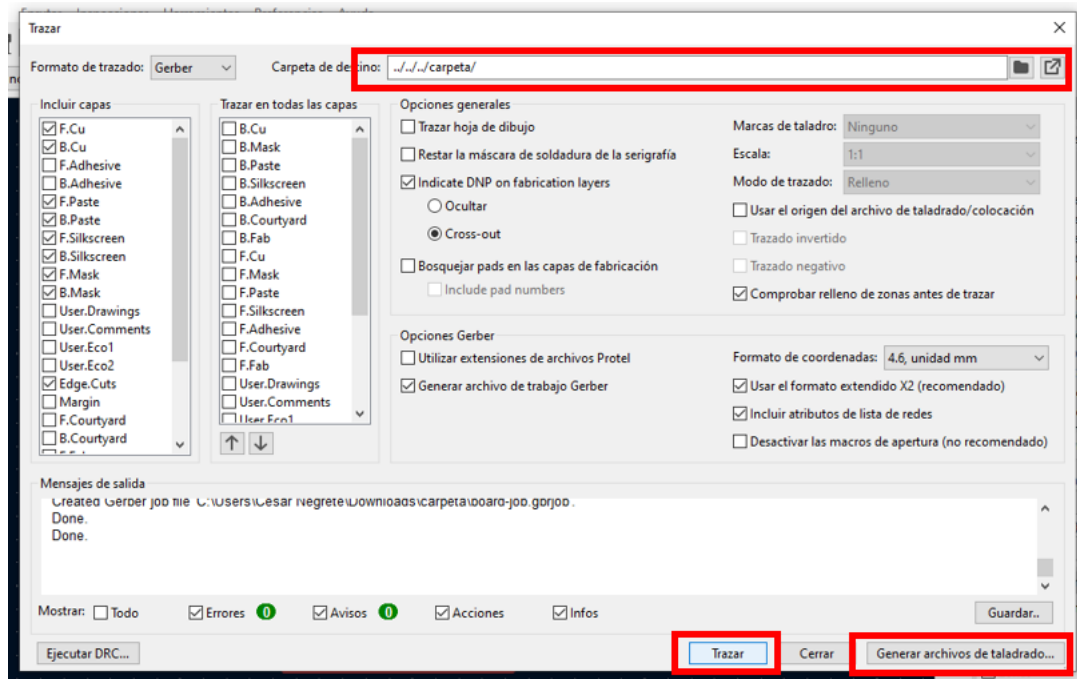

Ilustración 11 Ventana para generar los archivos Gerbe.
Paso 4.2: Dejaremos la configuración que tiene por defecto (Ilustración 11), seleccionamos la carpeta en donde los vamos a guardar, después pulsamos en trazar donde se generan los archivos de las pistas y por último pulsamos en generar archivos de taladrado...